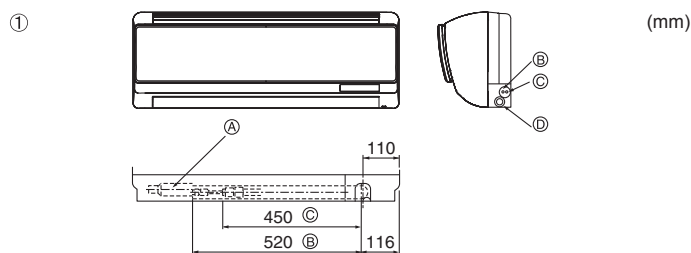

Fig. 4-2
- ① Plaats van de koelstof- en afvoerpijpen (Fig. 4-2)